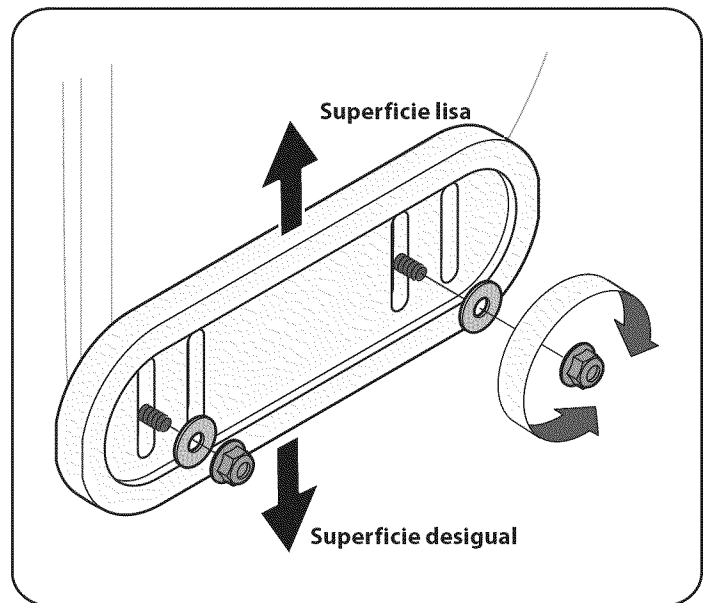

Figura 13
1. Afloje las cuatro tuercas hexagonales (dos en cada lado) y los pernos del carro. Mueva las zapatillas antideslizantes a la posición deseada. Vea la figura 13.